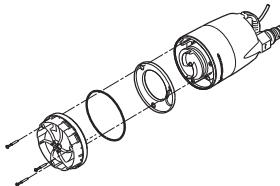

Fig. 10 Retirer le corps de pompe
3. Retirer le corps de pompe, voir fig. 10.